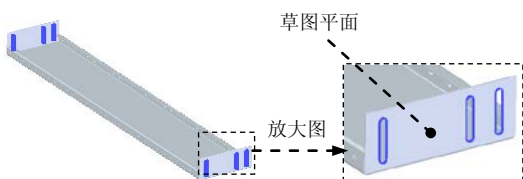

图 8.13.117 法向除料特征 2
③ 单击  按钮，退出草绘环境。
(5) 单击  按钮，完成特征的创建。
Step11. 创建图 8.13.117 所示的法向除料特征 2。
(1) 选择命令。在“主页”功能选项卡“钣金”工具栏中单击  按钮，选择  法向除料命令。
(2) 定义特征的截面草图。
① 选取草图平面。选取图 8.13.117 所示的模型表面为草图平面。